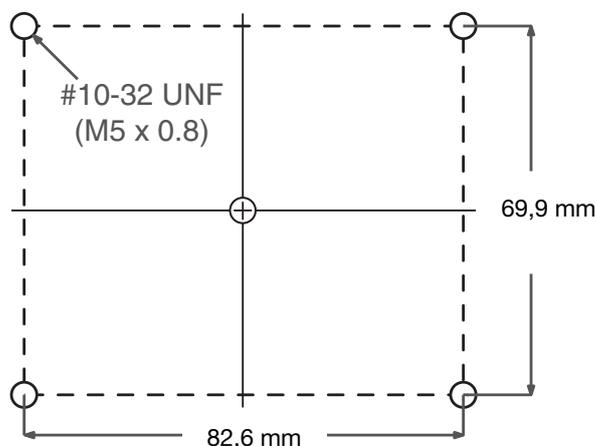

Fig. 23: Trous de montage du CGM
4. Percer les trous de montage en se reportant aux dimensions indiquées à la FIG. 23.